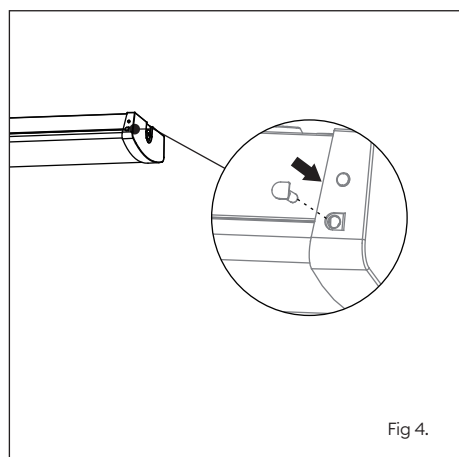

Fig 4.
8. Replace diffuser in the reverse of removal. Push diffuser retaining clips back in body to secure (Fig 4).
8. Remplacez le diffuseur en procédant à l'inverse du retrait. Poussez à nouveau les clips de maintien du diffuseur dans le corps (fig. 4).
8. Sostituire il diffusore procedendo in senso inverso rispetto alla rimozione. Spingere le clip di fissaggio del diffusore nel corpo per fissarlo (Fig. 4).